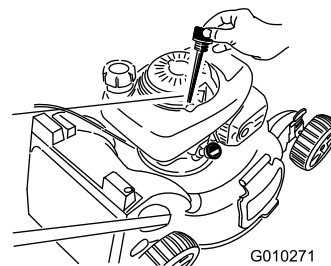

Figure 42
3. Tournez le bouchon dans le sens antihoraire et sortez la jauge (Figure 42).
4. Basculez la machine sur le côté (filtre à air en haut) pour vidanger l'huile usagée par le tube de remplissage (Figure 42).